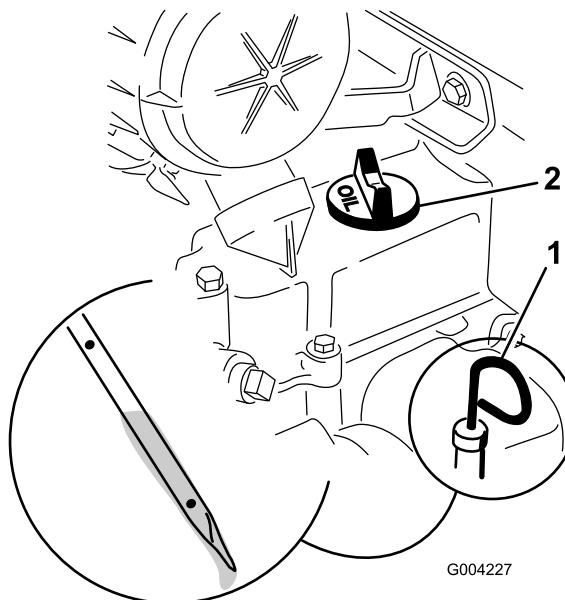

Рисунок 17
- Очистите область вокруг отверстия для измерительного щупа (Рисунок 17).
- Вытяните масломерный щуп и вытрите металлический конец начисто (Рисунок 17).
- Вставьте щуп в масломерную трубку до упора (Рисунок 17).
- Если уровень масла слишком низкий (ниже отверстия в нижней части), очистите зону вокруг крышки маслозаливной горловины и снимите крышку (Рисунок 17).